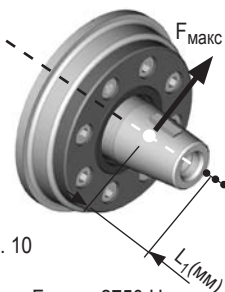

Рис. 10
- Возникшая в результате натяжения ремня сила в точке приложения (см. рис. 10) не должна превышать $F_{\text{макс}} = 2750 \text{ Н}$.
- Если точка приложения силы смещается вперед (см. рис.10, маленькие точки), сила $F_{\text{макс}}$ уменьшается по следующей формуле: